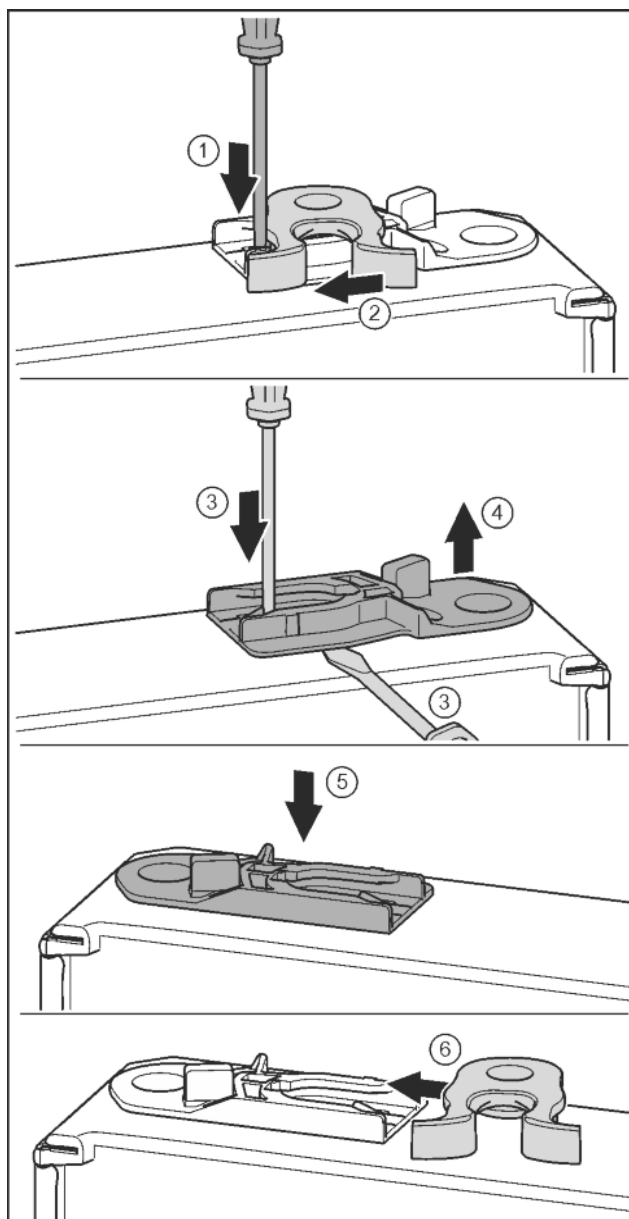

Fig. 19
- ▶ Lasche mit Schlitzschraubendreher nach unten drücken. Fig. 19 (1)
- ▶ Schließhaken aus Führung ziehen. Fig. 19 (2)
- ▶ Führungsbuchse herausziehen: Lasche mit Schlitzschraubendreher drücken und gleichzeitig mit Schlitzschraubendreher unter Führungsbuchse fahren. Fig. 19 (3, 4)
- ▶ Im Lieferumfang beiliegende Führungsbuchse auf anderer Gehäusesseite einschieben. Fig. 19 (5)
- ▶ Schließhaken in Führung schieben. Fig. 19 (6)